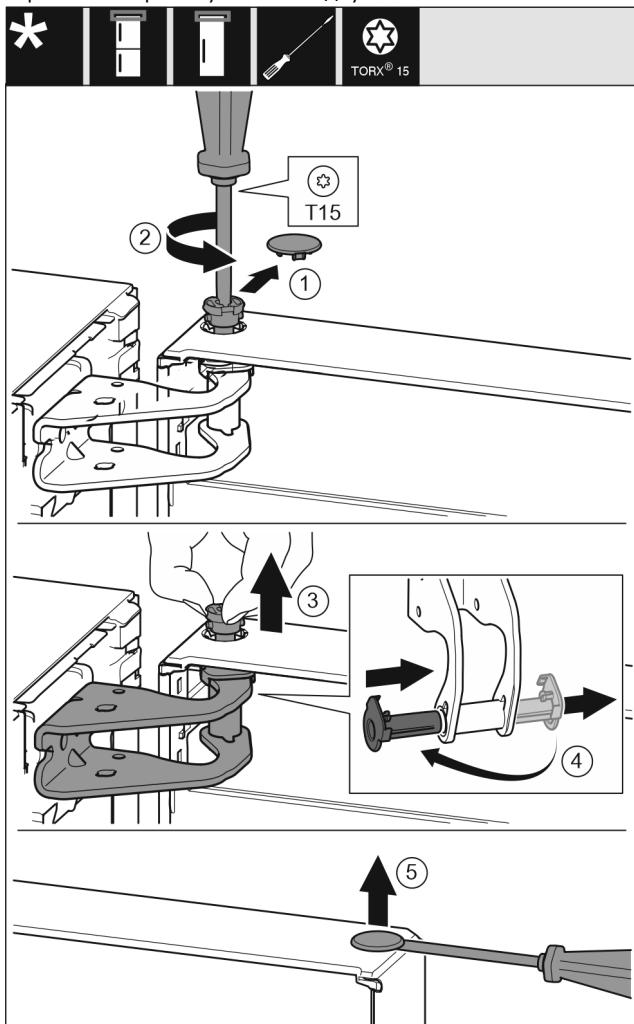

Fig. 7
- Обережно зніміть запобіжну кришку. Fig. 7 (1)
- Трохи викрутіть гвинт за допомогою викрутки T15. Fig. 7 (2)
- Притримуйте дверцята і витягніть палець руками. Fig. 7 (3)
- Витягніть із напрямної опорної втулки. Встановіть і зафіксуйте з іншого боку. Fig. 7 (4)
- За допомогою шліцевої викрутки обережно підійміть пробку із опорного втулка дверцят та витягніть її. Fig. 7 (5)